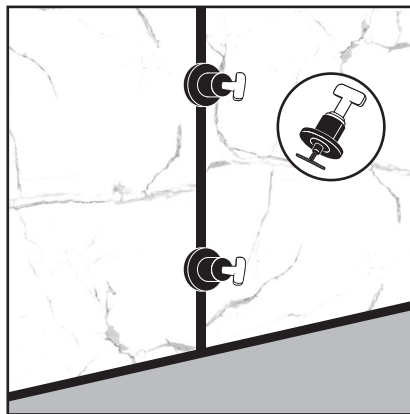

Figure 5
2. Install spacers (Figure 5). We recommend placing 1/8-inch spacers between each panel and between panels and the floor.
2. Installez les entretoises (Figure 5). Nous recommandons de placer des espaceurs de 1/8 de pouce entre chaque panneau et entre les panneaux et le sol.